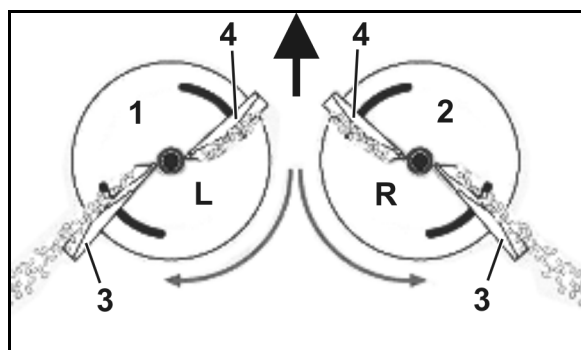

Fig. 27
- venstre spredeskive (Fig. 27/1) merket **L**.
- høyre spredeskive (Fig. 27/2) merket **R**.
- Lang (Fig. 27/3) - innstillingsskala med verdier fra **30** til **50**.
- Kort (Fig. 27/4) - innstillingsskala med verdier fra **0** til **20**.